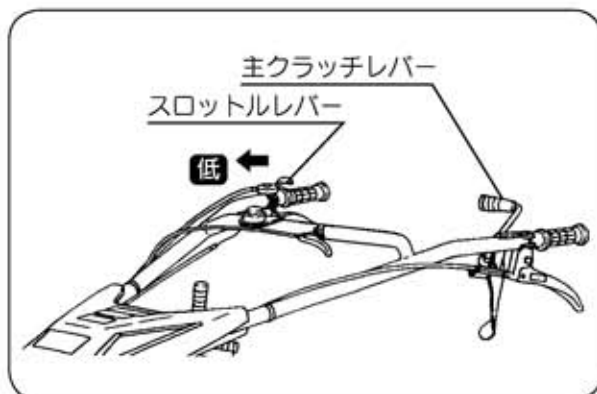

図20
②低速から高速に切替操作は主クラッチを一旦切つてからおこなってください。（図20）